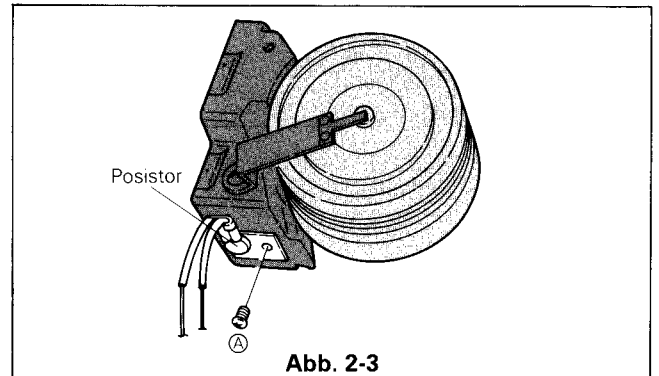

Abb. 2-3
2. Entfernen Sie den Feuchtigkeitssensor durch Lösen der Schraube A (Abb. 2-3).
4. Befestigen Sie wieder den Feuchtigkeitssensor mit der Schraube A (Abb. 2-3).